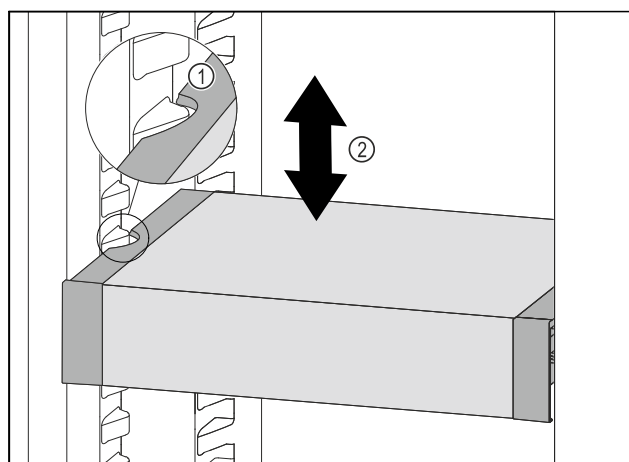

Fig. 116
- Trekk VarioSafe forover, til utsparingene på sidene av VarioSafe er på nivå med rillene i kjøleskapet. Fig. 116 (1)
- Flytt VarioSafe oppover eller nedover i kjøleskapet, til ønsket høyde er nådd. Fig. 116 (2)